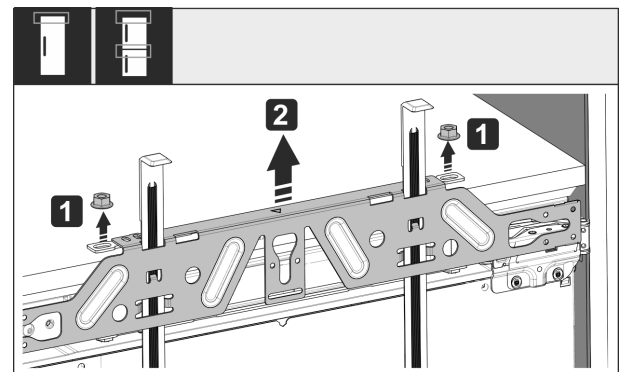

Fig. 54
- ▶ Løsne kontramuttere Fig. 54 (1).
- ▶ Ta av festetraversen Fig. 54 (2).